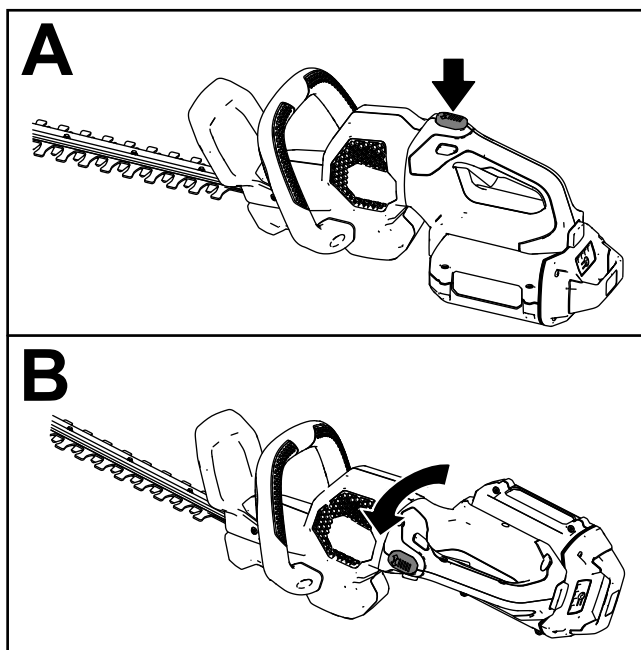

Figure 8
1. Appuyez de manière prolongée sur le bouton de verrouillage de rotation (encadré A de la Figure 8).
2. Tournez la poignée de 90° vers la droite ou la gauche selon le sens de coupe recherché, puis relâchez le bouton de verrouillage de rotation pour bloquer la poignée à la position voulue (encadré B de la Figure 8).